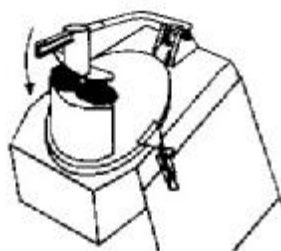

图 26
- 揭开盖子上的开口处，放进食物（参见图 26）。或者可以通过挤压杆上的小孔放进外形较小的食物（如小红萝卜等），按下启动按钮，然后轻轻地用手按压在挤压杆上或必要时使用碾槌（参见图 27），这样有助于切菜机的运作。